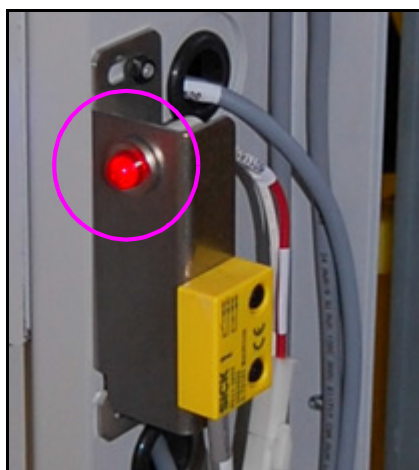

図 2-21 : インターロックの LED
- a. インターロックの LED がオンになっており、連動安全装置が開いていること (図 2-21 を参照)。